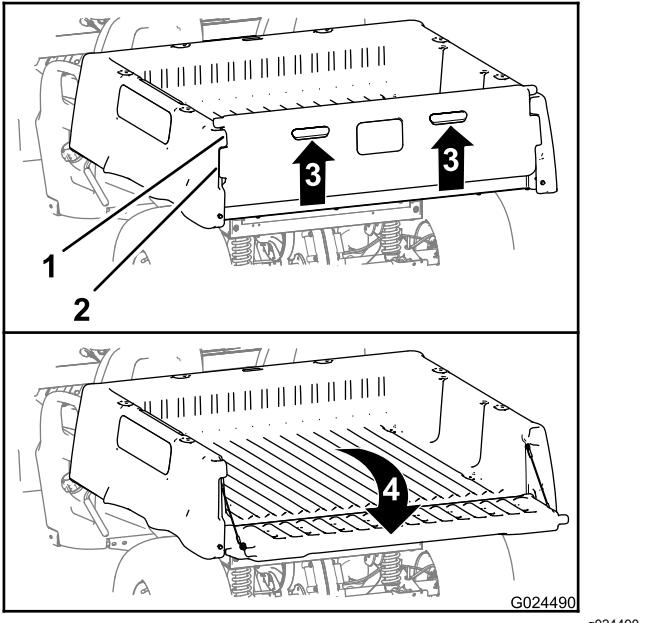

Figura 20
2. Tire hacia arriba del portón usando los tiradores del panel trasero (Figura 20).
3. Alinee las pestañas de bloqueo del portón trasero con los huecos situados entre las pestañas del portón trasero de la plataforma de carga (Figura 20).
4. Gire el portón trasero hacia atrás y hacia abajo (Figura 20).
6. Gire el portón hacia arriba y hacia adelante hasta que las pestañas de bloqueo del portón trasero estén enrasadas con el hueco de la plataforma de carga (Figura 20).
7. Baje el portón hasta que quede apoyado en la parte trasera de la plataforma de carga (Figura 20).